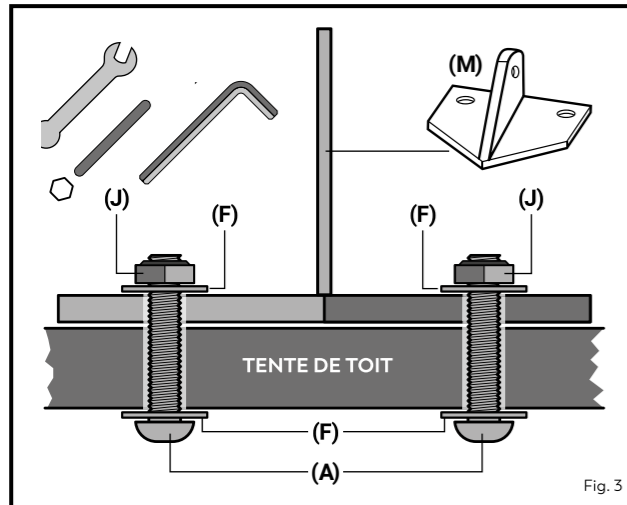

Fig. 3
3.2 Prenez le **support d'échelle M** et fixez-le avec les **vis A** (4x), les **rondelles F** (8x) et les **écrous de vis J** (4x) sur la tente de toit, comme indiqué sur la figure 3.